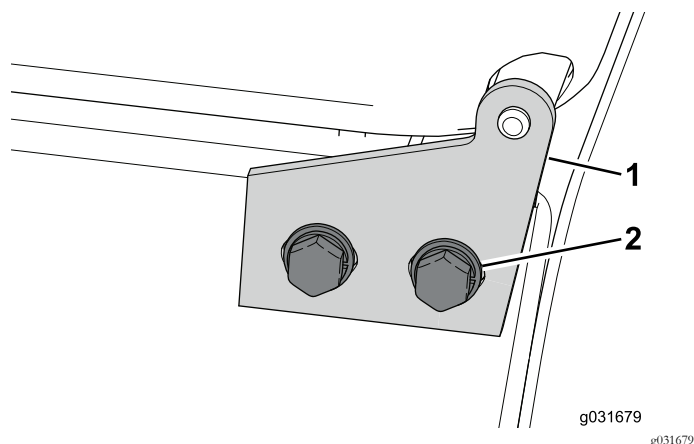

Figura 54
1. Desaperte os 4 parafusos que prendem o capot à dobradiça do capot (Figura 54).